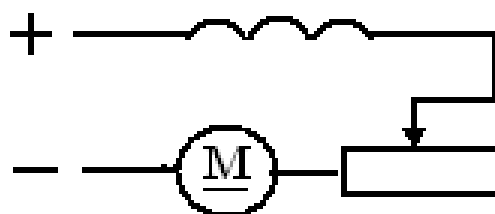

Рис.12.
6. Як зміниться частота обертання якоря (рис. 12), якщо опір резистора збільшити?